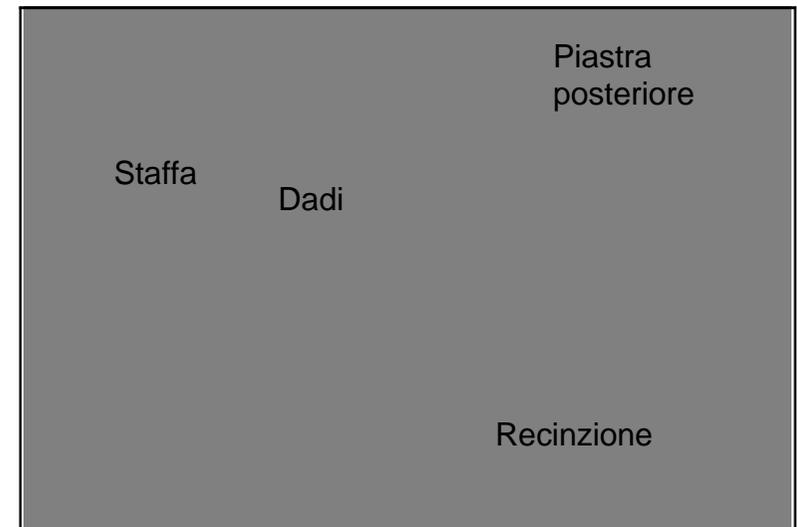

Figura 22
3. Mettere la staffa sulla piastra e fissarla usando i dadi forniti. La Figura 22 mostra una vista esplosa della staffa, piastra e dadi.